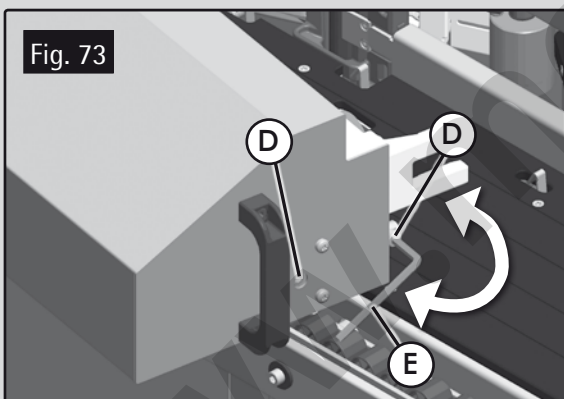

Fig. 73
- Pour tendre la courroie, tourner les vis D (Fig. 73 et 74) dans le sens des aiguilles d'une montre à l'aide de la clé E. Les deux vis D doivent être réglées au même couple de serrage, afin de maintenir l'alignement du galet. La courroie A (Fig. 72) sera tendue lorsqu'elle sera complètement plane. Éviter de trop tendre la courroie, cela pourrait la détériorer prématurément.